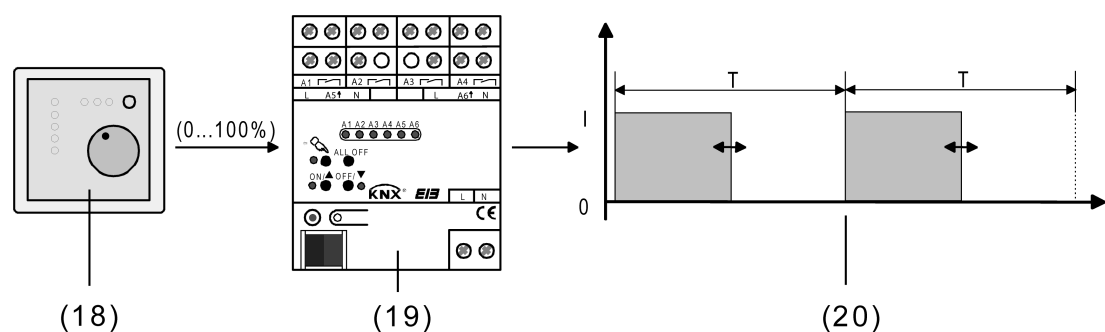

Figure 52: Principe de paramètre pour paramètre constant
(15) Thermostat d'ambiance (ThA) (paramètre « 1 bit »)
(16) Actionneur de la pièce
(17) Signal de sortie commutant pour entraînements de valve
En mode normal, le télégramme de valeur reçu via l'objet 1 bit « Paramètre » est converti par l'actionneur en un signal de commutation à modulation de largeur d'impulsion équivalent au niveau des sorties de valve (figure 52). La valeur moyenne du signal de sortie résultant de cette modulation (en tenant compte de la durée de cycle (T) réglable dans l'actionneur) sert de mesure pour la position de valve moyenne de la valve réglable et constitue ainsi une référence pour la température ambiante réglée (voir « Modulation de largeur d'impulsion pour les paramètres constants et les positions de valve de consigne constantes »).